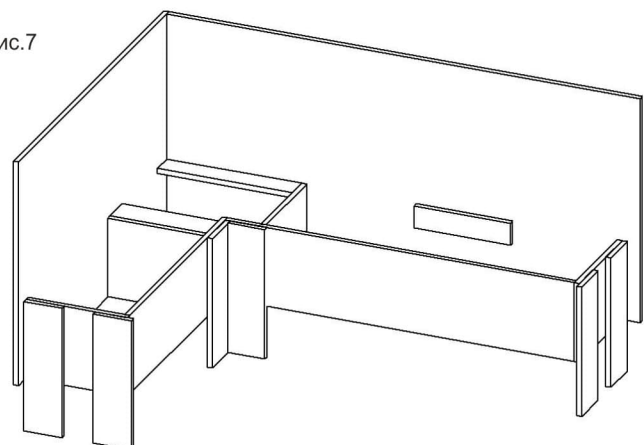
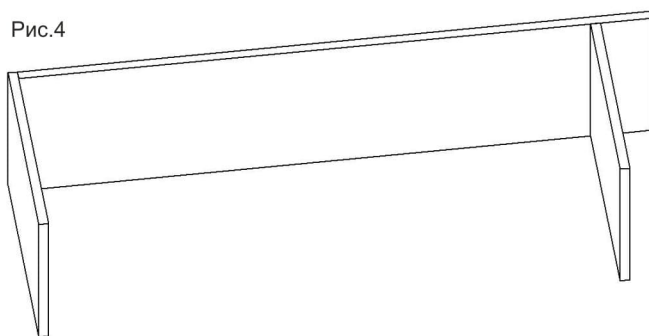

Рис.4
Рис.5
3. С помощью евровинтов (11ф) соединяем царгу большую (13) и декор наружный (15) и декор внутренний (16). Механизмы должны быть внутри конструкции. Получится деталь (Рис.4). Аналогично соединяем царгу малую (14) и декоры (15) и (16). Присоединяем к этой конструкции планку малую (11). Получим заготовку (Рис.5).
4. С помощью межсекционных стяжек (9ф) крепим планку фронтальную (12) к спинке дивана большой (1).
5. К полке угловой (9) крепим с помощью евровинтов (11ф) ноги задние угловые (7) и (8).
6. К декорам (15) с помощью болта (3ф) и шайбы (4ф) крепим ноги дивана (3) и (4).
7. Соединяем конструкцию (Рис.4 и Рис.5) и конструкцию из пункта 5.